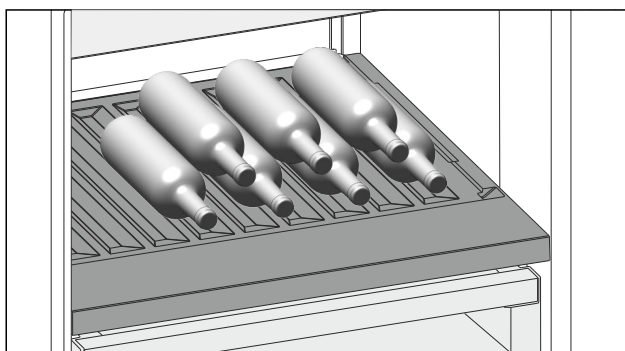

Fig. 106 Beispielfhafte Darstellung
- ▶ Flaschen mit dem Boden nach hinten zur Rückwand einlegen. (siehe Fig. 106)